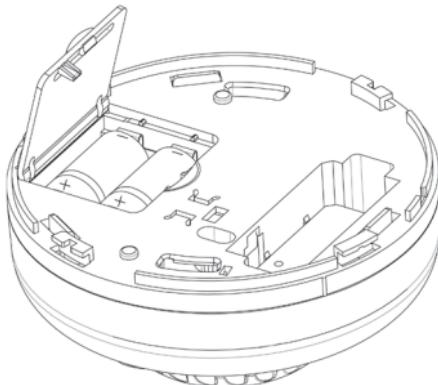

Figura 10: Sostituzione delle batterie
4. Inserire le nuove batterie prestando attenzione alla polarità (vedi Figura 10), e chiudere il coperchio del vano batterie.